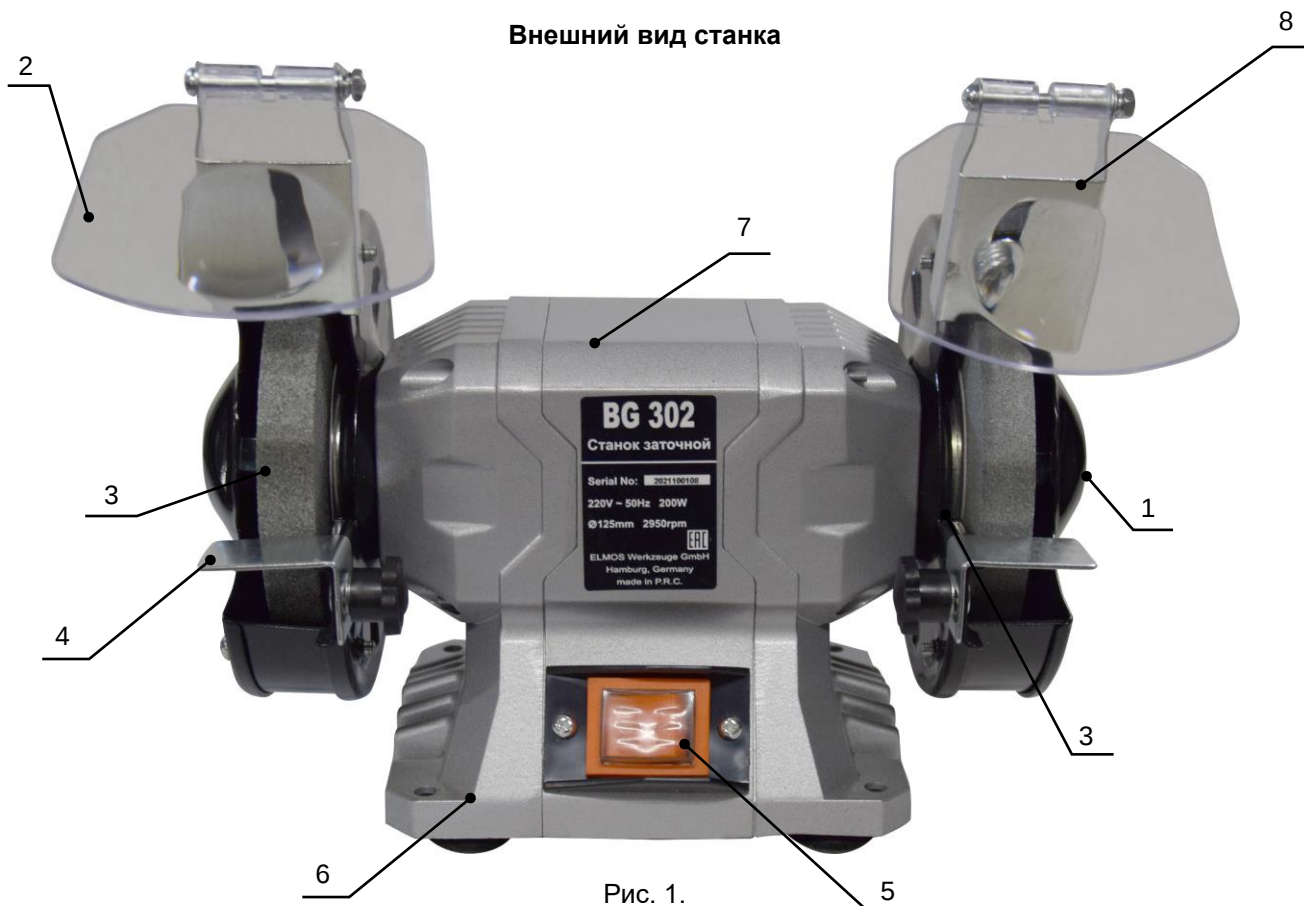

Рис. 1.
2. Вставьте карандаш в монтажные отверстия на станине (поз.6, рис.1) и отметьте места для отверстий на верстаке.